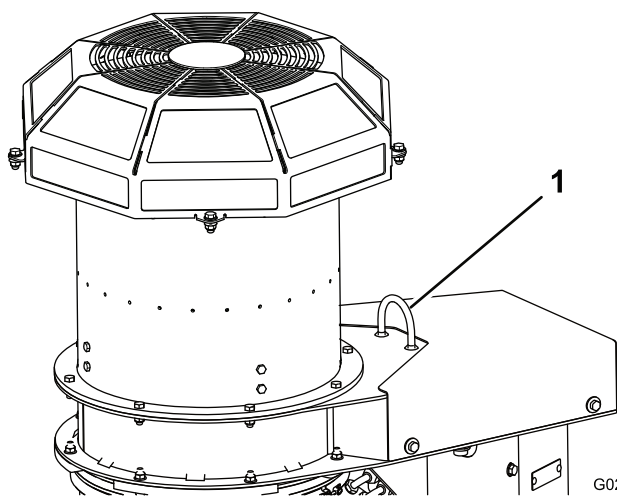

図 7
8. パレットからストラップを外し、そのストラップをブローの吊り上げ用ループに掛ける図 7。